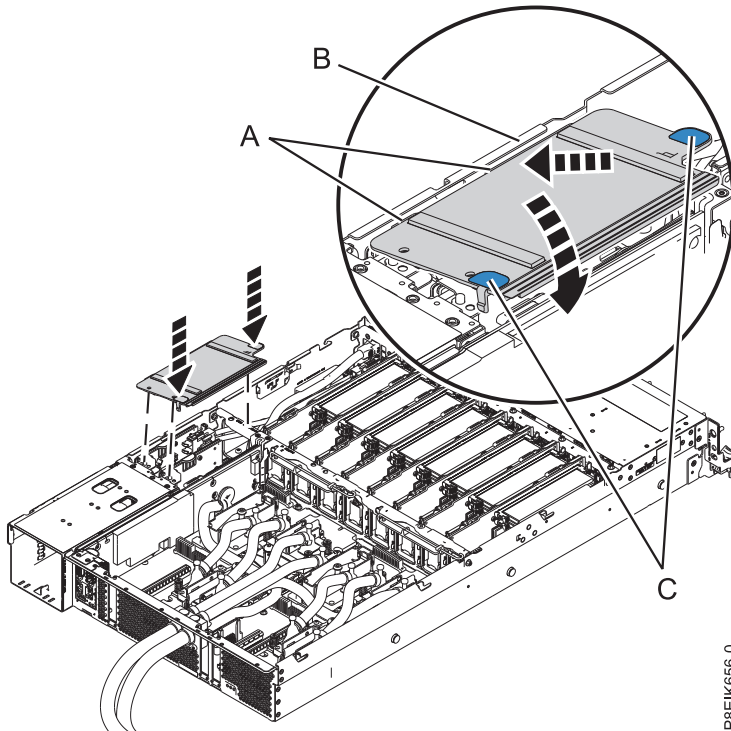

Figure 204. Installation du déflecteur d'air du connecteur de bus d'alimentation
- 8. Installez le déflecteur d'air du connecteur de bus d'alimentation. Vérifiez que les trous du déflecteur sont alignés par rapport aux goupilles du système. En utilisant les languettes bleues (C), insérez le bord (A) du déflecteur dans la paroi du système (B). Abaissez ensuite le déflecteur afin de le mettre en place. Voir figure 204, à la page 180.